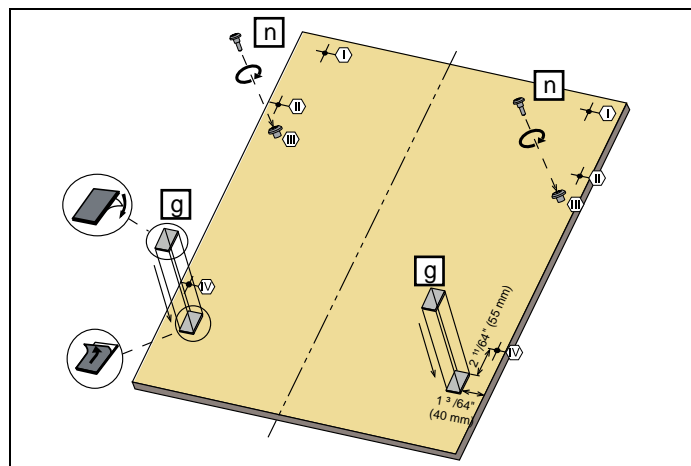

Fig. 25
- 4) Comme illustré dans la Fig. 25 , des bandes de fixation de porte en bois sont installées dans les positions indiquées sur la figure.